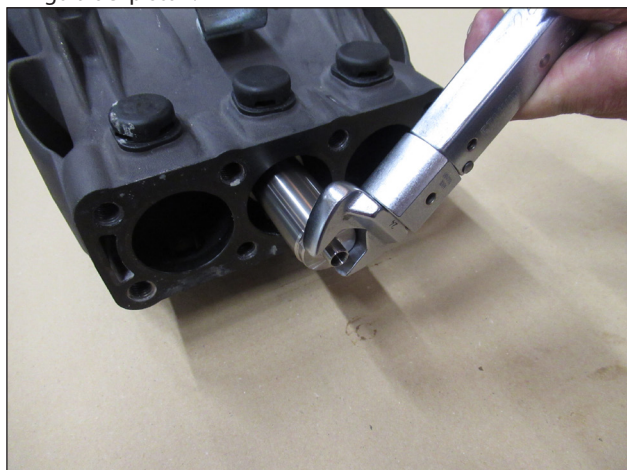

Fig. 49
A) Montar el distanciador (Fig. 49) y apretar en el vástago guía del pistón.